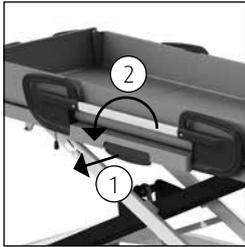

Abbildung 3 Seitengitter.
- Der Seitenholm ist mit einer Verriegelung (1) ausgestattet. Der Patient kann das Geländer nicht selbständig öffnen (siehe Abbildung 3).
- Lösen Sie die Verriegelung durch Ziehen am Griff (1) des Seitengitters. Das Seitengitter kann nun mit der anderen Hand (2) abgesenkt werden.